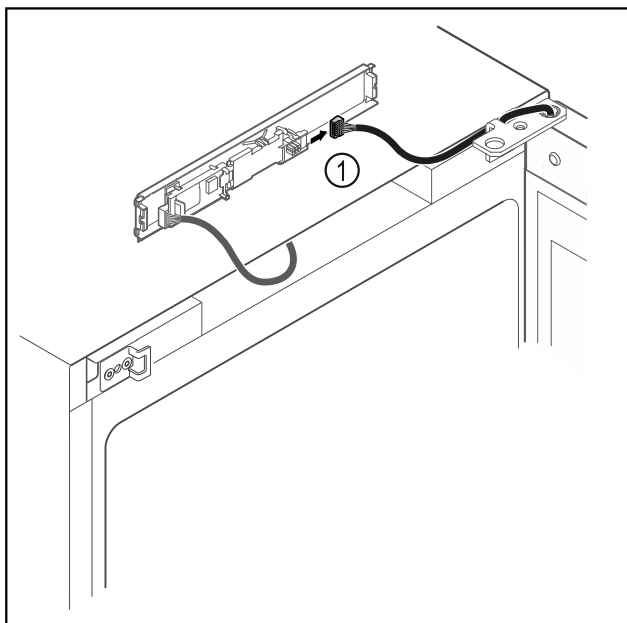

Fig. 19
- ▶ Scoateți fișa Fig. 19 (1) de la placa electronică.